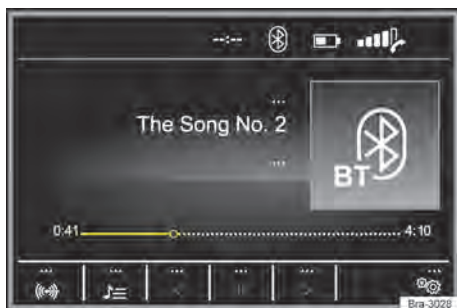
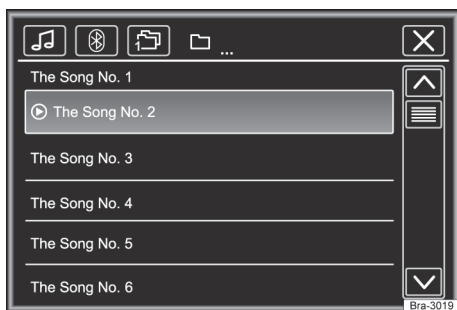

Fig. 137 Menu principal de mídia.
Fig. 138 Operação do rádio: lista de estações.
– Pressionar o botão **MEDIA** para abrir o menu principal **MEDIA** → Fig. 137.
As fontes de mídia que são reproduzidas atualmente são exibidas na superfície de função na parte inferior esquerda → Fig. 137.
Legenda da → Fig. 137 e → Fig. 138: